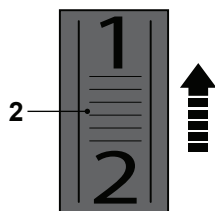

Fig. 11
- > Tourner le sélecteur de vitesse [2] vers l'avant (vu de la position de l'opérateur) pour augmenter la vitesse maximum (Fig. 11). Un réglage élevé est approprié pour poncer avec des bandes abrasives à grain fin afin d'obtenir une finition fine